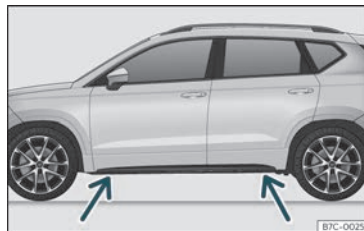

Fig. 34 Puntos de apoio do gato.
- Busque no traveseiro a marca do punto de apoio do gato (área afundida) máis próximo á roda que se vai cambiar »» fig. 34.